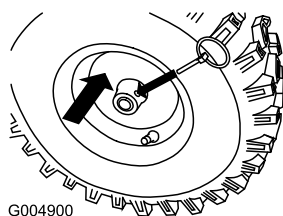

Figure 5
8. Glissez les roues vers l'intérieur et insérez les goupilles dans les trous du moyeu et le trou **extérieur** de l'essieu (Figure 5).